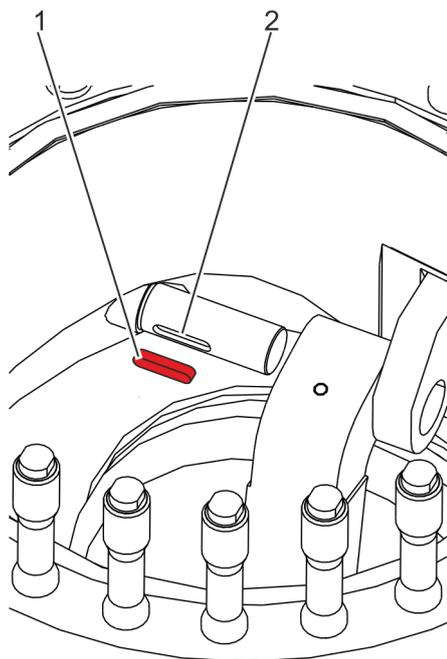

Fig. 25: Chaveta
7. Saque la claveta (Fig. 25/1) de la ranura (Fig. 25/2) situada en el eje de la claveta.
11. Coloque la claveta (Fig. 25/1) en la ranura (Fig. 25/2) del eje de la claveta.